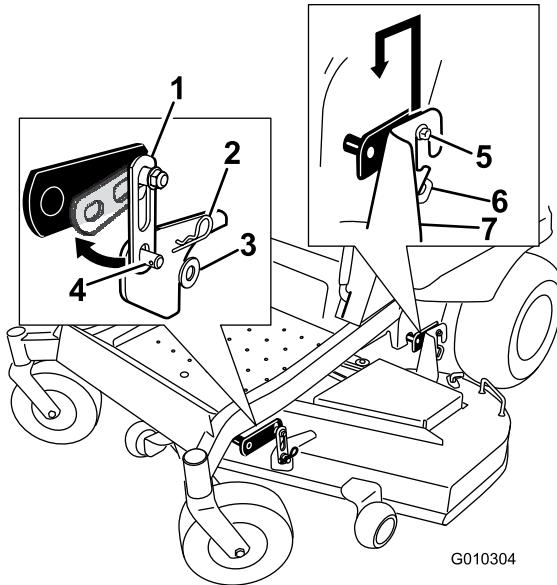

Figura 68
2. Rimuovete la bulloneria dai suporti di sospensione anteriori del piatto di taglio su entrambi i lati del piatto (Figura 68).
3. Sollevate con cautela il piatto di taglio sganciadolo dai bulloni di sospensione posteriori e abbassate la parte anteriore del piatto fino al suolo (Figura 68).
5. Alzate la parte posteriore del piatto di taglio e guidate le staffe di sospensione sui bulloni di sospensione posteriori (Figura 68).
6. Agganciate il supporto anteriore presente sul piatto di taglio ai supporti di sospensione anteriori e fissatele con una rondella e una coppiglia (Figura 68).